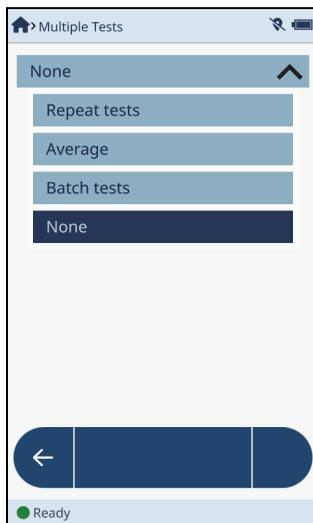

图 2-3 选择重复检测选项
2. 如果**None**（无）被加亮显示，则点击其栏区，使**Multiple Tests**（重复检测）选项出现在列表中（参见第26页的图 2-3）。